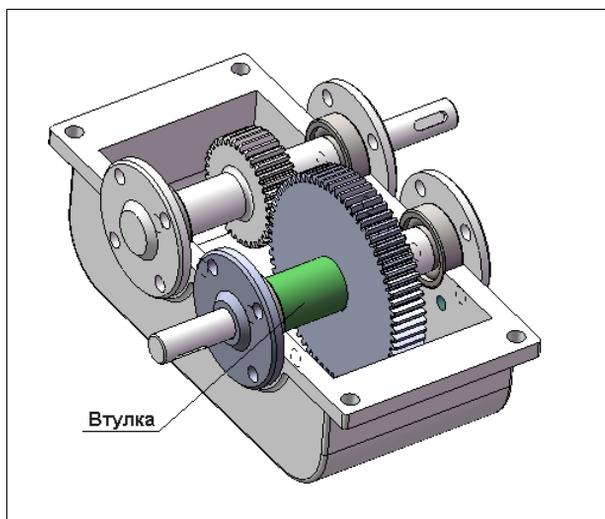

Рис. 6.47
24. Расположим втулку на ступенчатом валу, задав сопряжения: концентричность втулки и вала, совпадение торцевых поверхностей втулки и зубчатого колеса (рис. 6.47).